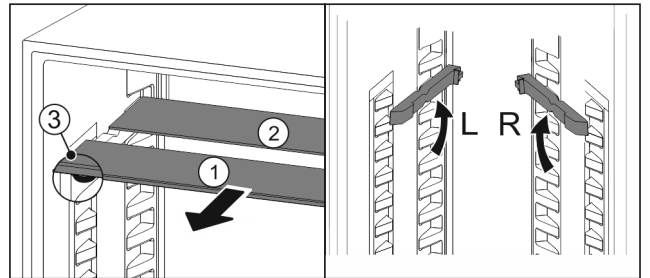

Fig. 131
- Retire las planchas de cristal individualmente hacia delante Fig. 131 (1).
- ▷ La placa de vidrio Fig. 131 (1) con moldura está situada delante.
- ▷ Los topes Fig. 131 (3) miran hacia abajo.